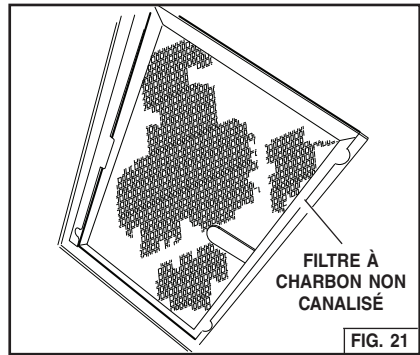

FIG. 21
1. Si la hotte n'est pas canalisée, insérez le filtre à charbon dans la pochette derrière le filtre à graisse. Si la hotte est canalisée, jeter le filtre à charbon. Fig. 21.